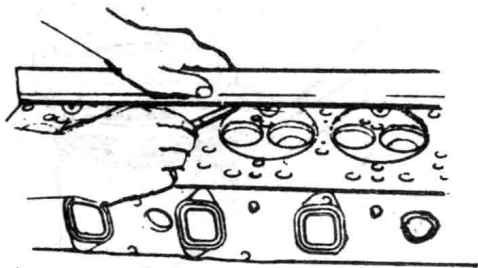

图 1-5 测量汽缸盖下平面
①测量汽缸盖下平面,如图 1-5 所示,在 6 个不同方向用直尺和厚薄规进行检查。汽缸盖下平面翘曲使用的标准值 $\leq 0.05\text{mm}$,使用限度为 0.2mm 。